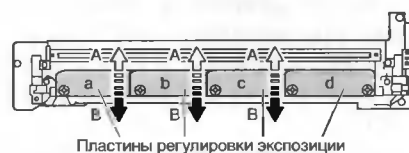

Рис. 14. Регулировка равномерности экспозиции
4. Сдвиньте одну из пластин регулировки экспозиции а, б, с или d в направлениях «А» или «В» (см. рис. 14). Перемещение пластины в направлении «А» делает тон участка копии более темным, а перемещение пластины в направлении «В» — более светлым.